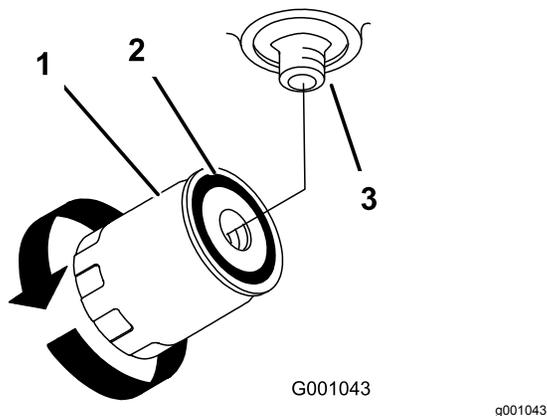

図 74
4. オイルフィルタを外し、フィルタのアダプタのガスケットの表面をきれいに拭く(図 74)。
7. ガスケットがアダプタに当たるまで手でねじ込み、そこから更に 1/2 回転増し締めする(図 74)。